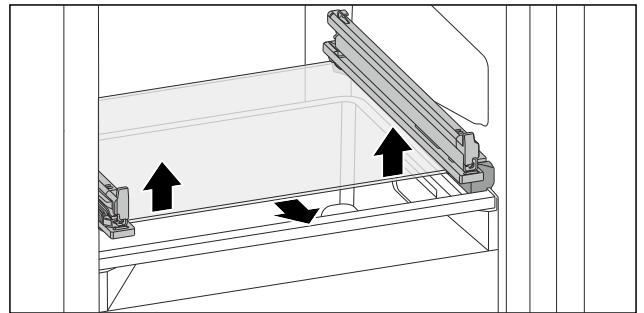

Fig. 108 Glasplatte des abklippbaren Schubfachs
- ▶ Glasplatte von unten beidseitig nach oben drücken. (siehe Fig. 108)